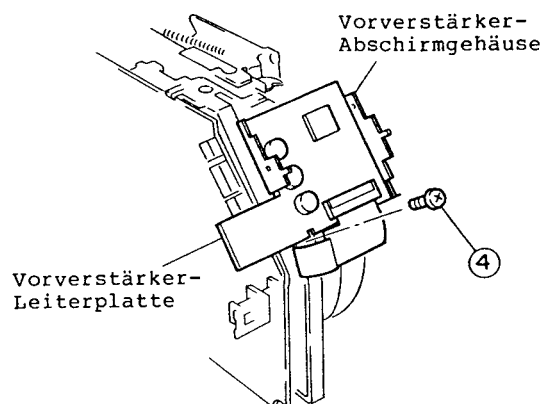

Abb. 2-33
4. Eine (1) Befestigungsschraube des Vorverstärker-Abschirmgehäuses entfernen (siehe Abb. 2-33).